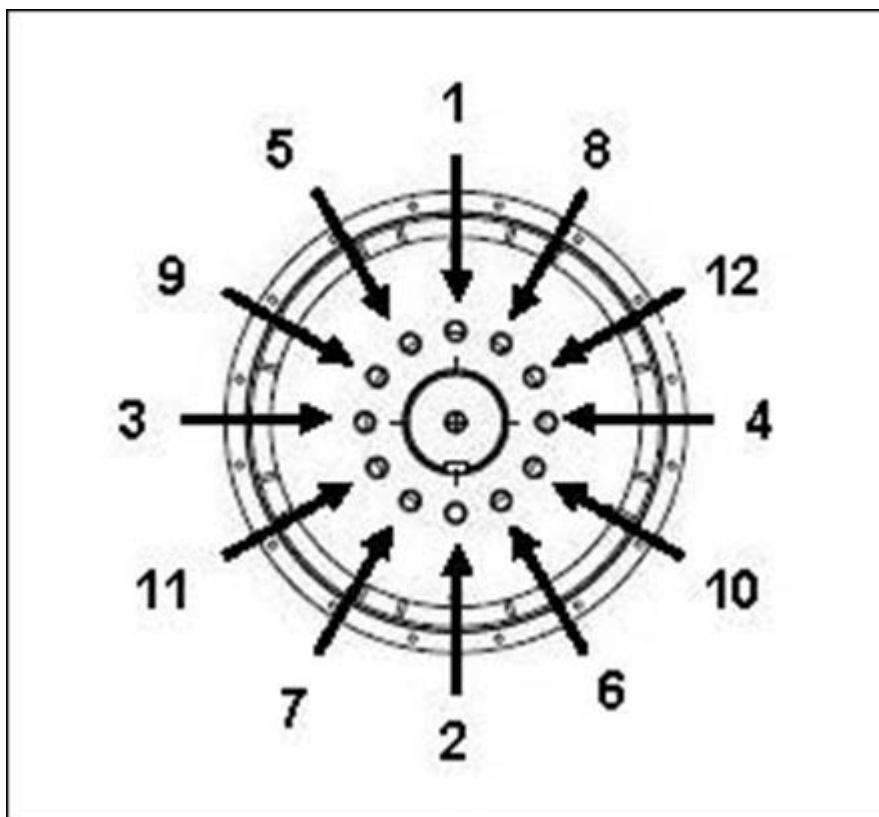

РИС. 13. ПОСЛЕДОВАТЕЛЬНОСТЬ КРЕПЛЕНИЯ К СТУПИЦЕ
4. При необходимости затяните болты дисков муфты, соблюдая последовательность, указанную в Рис. 13 на стр. 27.